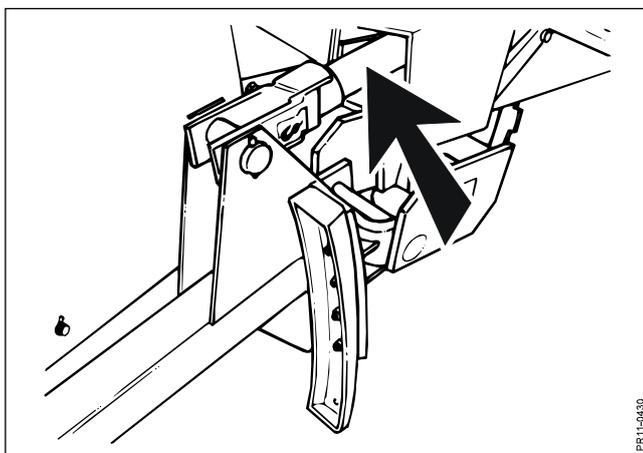

Fig. 4-4
- Fig. 4-4** El ajuste se lleva a cabo en el lado contrario al cilindro hidráulico de la suspensión.